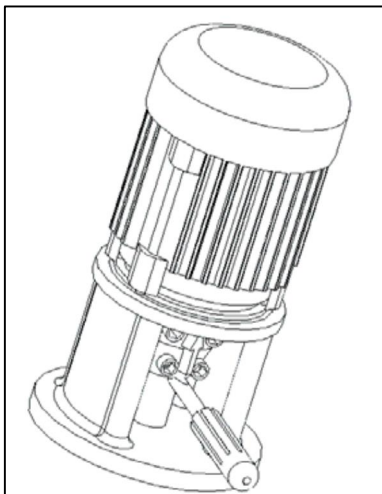

Abbildung 6: Kupplung lösen
- Die Schrauben an den Kupplungshälften entfernen, Kupplungshälften trennen (→ Abbildung 6, S. 19).